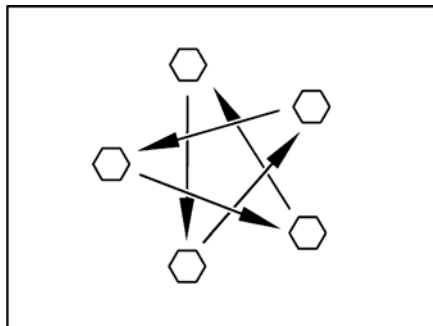

Fig. 160 Serrer en croix les écrous ou les boulons de roue
- Vérifier régulièrement le serrage des écrous ou des boulons de roues. Resserrer alternativement et en croix (Fig. 160) tous les écrous ou les boulons de roue 50 km après le changement d'une roue. Couple de serrage, voir paragraphe 15.5.2.
- ▷ Serrer en croix les écrous ou les boulons de roue (Fig. 160).